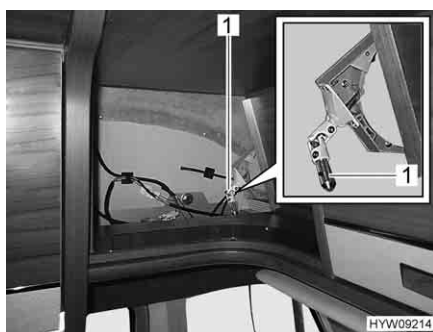

Fig. 71 Esercizio di emergenza (oscurante a rullo) (armadietto pensile anteriore)
La tiranteria per esercizio di emergenza si trova nell'armadietto pensile anteriore (Fig. 71).
- Orientare verso il basso il perno della tiranteria del funzionamento di emergenza (Fig. 69,1 o Fig. 71,1).
- Inserire la manovella fornita nel perno (Fig. 70,1 o Fig. 71,1).